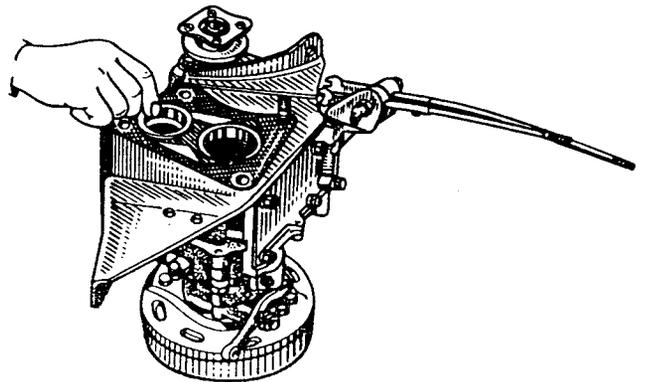

Bild 122. Verteilergetriebe mit Befestigungs-
7. Beilage auf die Platte legen (Bild 122).